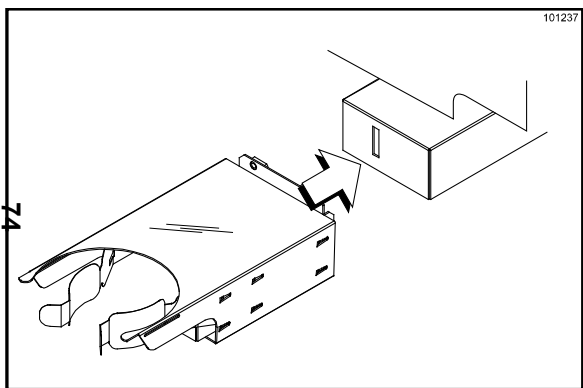

Figure 168
3. Installer le porte-gobelets à shake (Cf. Figure 168).